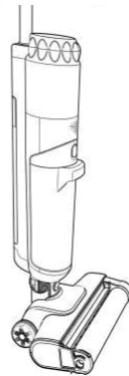

Abb. 11
2. Drücken Sie die linke Seite der Walzenbürste hinein, bis sie hörbar einrastet (Abb. 11).